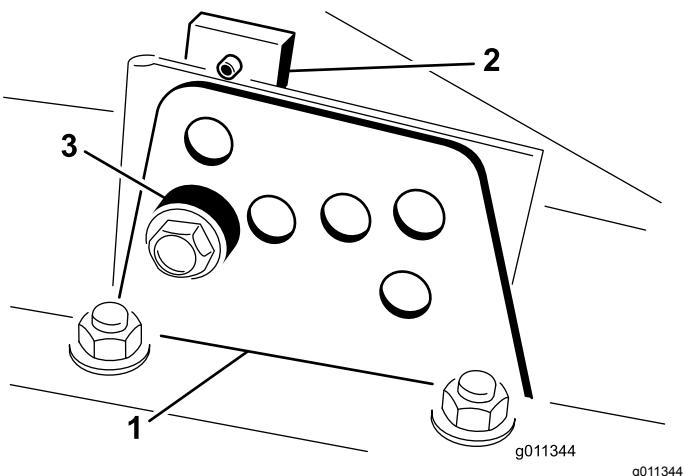

図 21
2. 図 21 のように、各刈り高ブラケットを刈り高プレート前と右と左に固定しているボルトをゆるめる。
4. チェンバを支えておきながらスペーサを取り外す図 21。